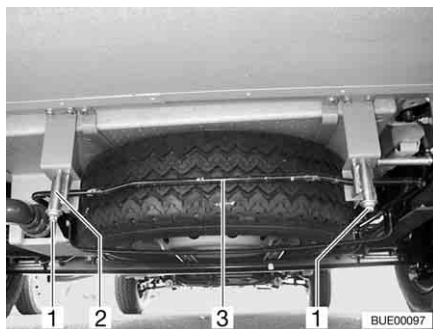

Fig. 311 Supporto per la ruota di scorta (cestino di alloggiamento)
- Allentare i dadi (Fig. 311,1) sul gancio destro e sinistro (Fig. 311,2) del supporto per la ruota di scorta.
- Premer leggermente la staffa (Fig. 311,3) verso l'alto. Contemporaneamente spingere il gancio verso il basso e sganciare la staffa.